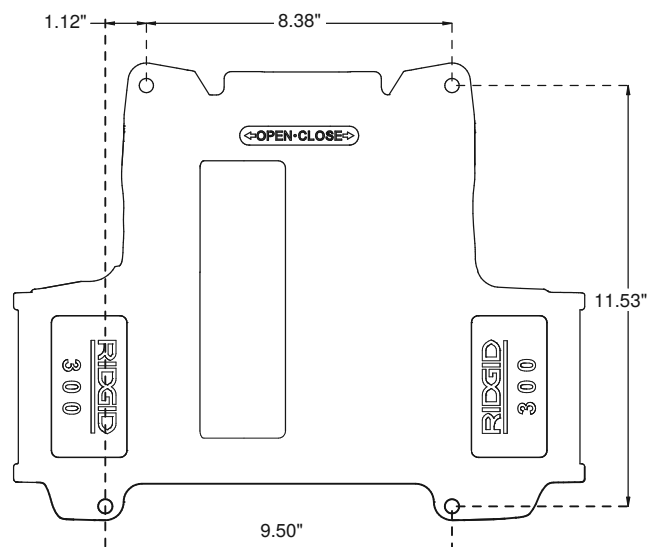

Figur 5 – Justering af bakkestøtte
- b. Løs stilleskruen på den bageste bakkeholder (se Figur 5).